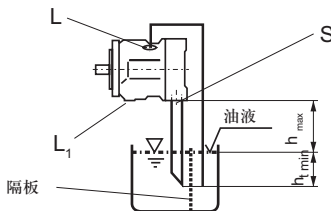

图4
如图4所示对油口“L”和“S”进行布管，堵住油口“L1”。条件符合1.2.1。
a) 高于油箱的安装图4。